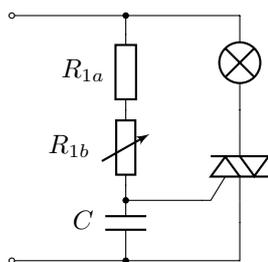

Abbildung 3: einfache Schaltung zur Phasenanschnittsteuerung mit Triac
In der Abbildung 3 ist die Schaltung für eine Wechselstromzündung eines Triacs dargestellt. Ersetzt man zunächst
- Bauen Sie die Schaltung nach Abbildung 3 mit einem Triac und einem Thyristor zunächst mit reiner Vertikalsteuerung für einen Regelbereich von $\varphi_0 \approx 0^\circ$ bis $\varphi_0 \leq 45^\circ$ auf. Überprüfen Sie die Funktion des Schaltung.